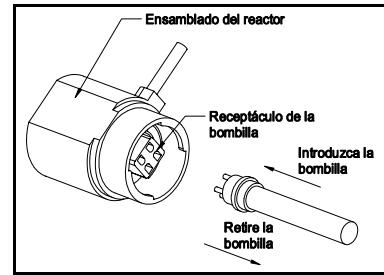

Figura 4
7. Instale la bombilla en el reactor. No toque la bombilla con las manos. Los aceites en las manos tienden para acortar intensidad del bulbo. (Consulte la figura 4)
3. Retire la bombilla del receptor. (Consulte la figura 4.)